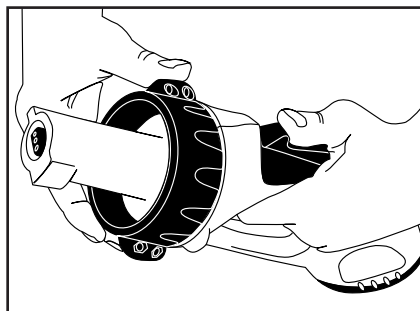

Figura 3
1. Gire el aro de seguridad en el mango de potencia hasta la posición de desbloqueo. (ver figura 3)